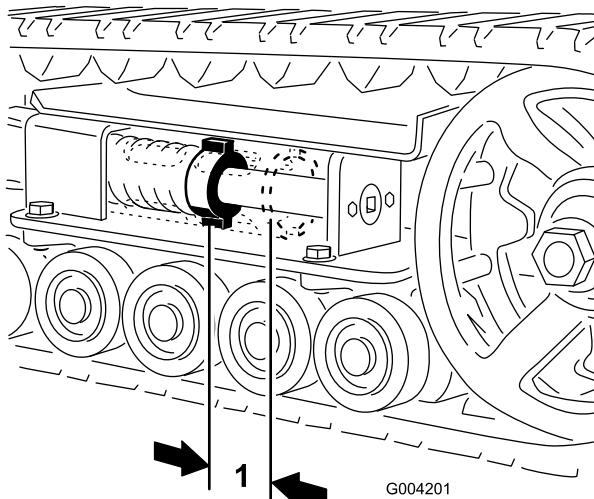
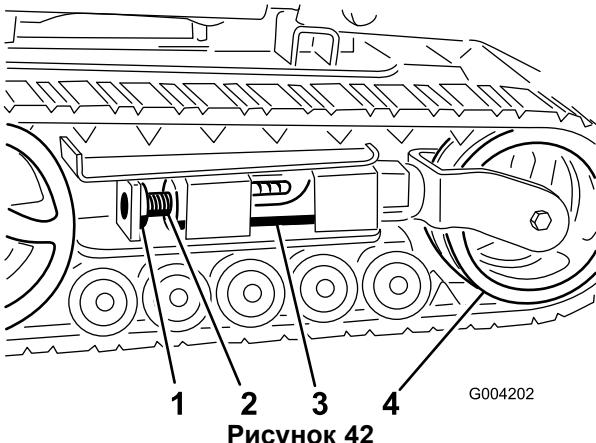
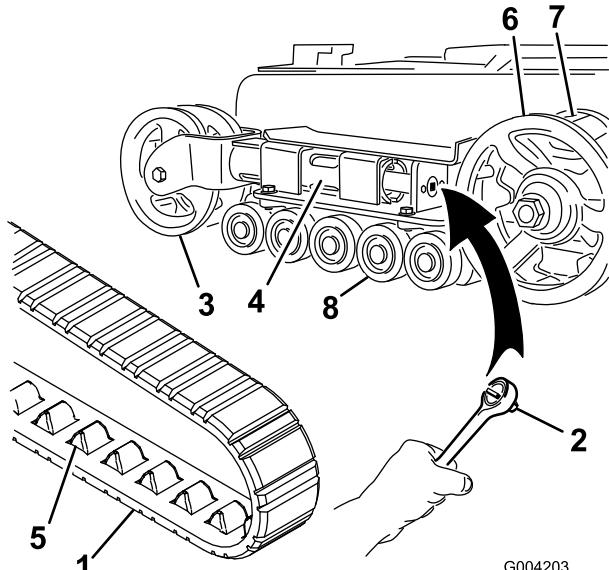
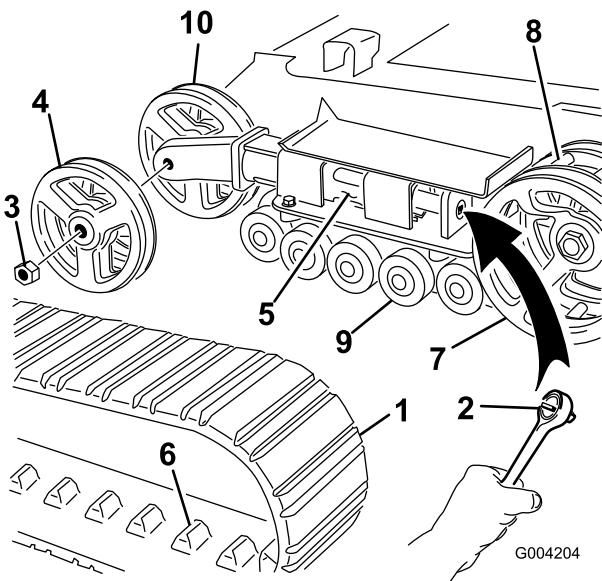

Рисунок 41
Рисунок 42
Рисунок 43
Рисунок 44
Между натяжной гайкой и задней стороной натяжной трубы должен быть зазор 2-3/4 дюйма (7 см) (Рисунок 41). Если это не так, отрегулируйте натяжение гусеницы, используя следующую методику:
3. Отвинтите зажимной болт и гайку (Рисунок 42).
4. Используя сменную головку размером 1/2 дюйма (Рисунок 43), поворачивайте натяжной винт против часовой стрелки до тех пор, пока расстояние между натяжной гайкой и задней стороной натяжной трубы (Рисунок 41) не станет равным 2-3/4 дюйма (7 см).
5. Совместите ближайшую выемку в натяжном винте с отверстием в зажимном болте и закрепите винт при помощи зажимного болта и гайки (Рисунок 42).
5. Надавите на натяжной каток в направлении задней части тягового блока, чтобы придвинуть трубу вилки к каркасу (Рисунок 43). (Если она не касается каркаса, продолжайте вращать натяжной винт до тех пор, пока труба вилки не приблизится вплотную к каркасу.)
7. Когда гусеница будет снята с натяжного катка, снимите ее с ведущего колеса и опорных катков (Рисунок 43).
8. Прежде всего установите новую гусеницу на ведущее колесо. Звенья гусеницы должны находиться между зубьями колеса (Рисунок 43).
9. Протолкните гусеницу под опорные катки и одновременно между ними (Рисунок 43).
11. Вращайте натяжной винт против часовой стрелки до тех пор, пока расстояние между натяжной гайкой и задней стороной натяжной трубы (Рисунок 41) не станет равным 2-3/4 дюйма (7 см).
4. Используя сменную головку размером 1/2 дюйма, ослабьте натяжение привода, вращая натяжной винт по часовой стрелке (Рисунок 42 и Рисунок 43).
- Отвинтите зажимной болт и гайку (Рисунок 42).
- Используя сменную головку размером 1/2 дюйма, ослабьте натяжение привода, вращая натяжной винт по часовой стрелке (Рисунок 42 и Рисунок 44).
- Надавите на натяжной каток в направлении задней части тягового блока, чтобы придвинуть трубу вилки к каркасу (Рисунок 44). (Если она не касается каркаса, продолжайте вращать натяжной винт до тех пор, пока труба вилки не приблизится вплотную к каркасу.)
- Отвинтите гайку, которая крепит внешний натяжной каток, и снимите каток (Рисунок 44).
- Снимите гусеницу (Рисунок 44).
- Отвинтите гайку, которая крепит внутренний натяжной каток, и снимите каток (Рисунок 44).
- Установите внутренний натяжной каток и закрепите его отвинченной ранее гайкой (Рисунок 44).
- Установите новую гусеницу на ведущее колесо. Звенья гусеницы должны находиться между зубьями средней части колеса (Рисунок 44).
- Установите внешний натяжной каток и закрепите его отвинченной ранее гайкой (Рисунок 44).
- Вращайте натяжной винт против часовой стрелки до тех пор, пока расстояние между натяжной гайкой и задней стороной натяжной трубы (Рисунок 41) не станет равным 2-3/4 дюйма (7 см).